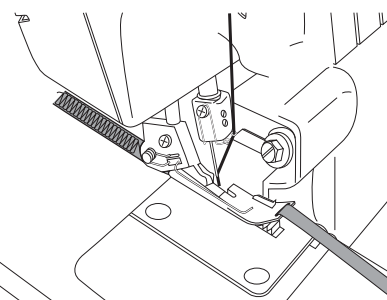

Fig. 107
4. Placez la corde passepoil sous le pied-de-biche ❷ et réalisez une chaînette dans la longueur souhaitée (Fig. 107).